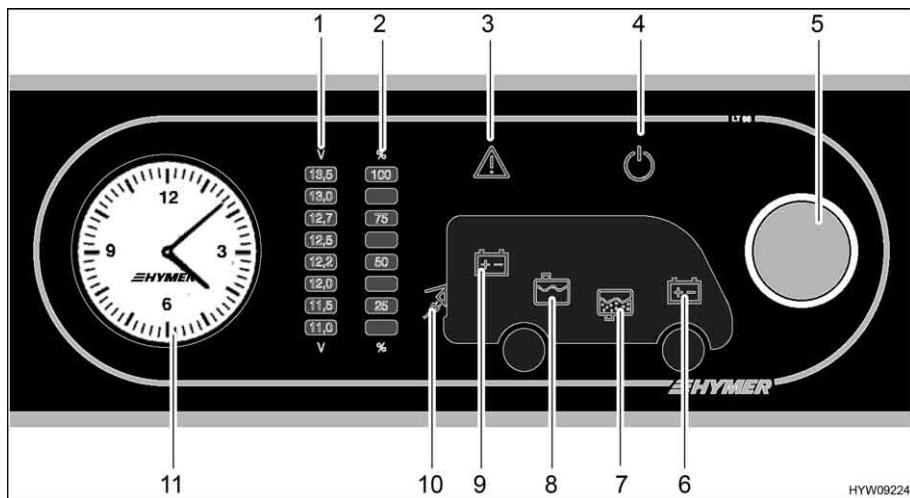

Fig. 132 Pannello di controllo (LT 98)
Il pulsante a rotazione (Fig. 132,5) inserisce o disinserisce il pannello di controllo e l'alimentazione a 12 V dell'abitacolo.
- Premere il pulsante a rotazione (Fig. 132,5): L'alimentazione a 12 V dell'abitacolo è inserita. La spia di controllo a 12 V (Fig. 132,4) diventa verde.
- Premere il pulsante a rotazione (Fig. 132,5): L'alimentazione a 12 V dell'abitacolo è disinserita. La spia di controllo a 12 V (Fig. 132,4) si spegne.
Mediante il pulsante a rotazione (Fig. 132,5) si possono interrogare sia la tensione della batteria dell'abitacolo che la tensione della batteria di avviamento. La tensione viene visualizzata sulla scala indicatore per la tensione della batteria (Fig. 132,1).
- Ruotare il pulsante a rotazione (Fig. 132,5), finché si accende il simbolo della batteria della quale deve essere interrogata la tensione.
Viene indicata la tensione della batteria dell'abitacolo (Fig. 132,9)
Viene indicata la tensione della batteria di avviamento (Fig. 132,6)
- Leggere la tensione sulla scala indicatore della tensione della batteria (Fig. 132,1).
Mediante il pulsante a rotazione (Fig. 132,5) si possono interrogare sia il livello del serbatoio dell'acqua che il livello del serbatoio delle acque grigie. Il livello viene visualizzato sulla scala indicatore livello dei serbatoi (Fig. 132,2).
*Indicazione:* ■ Ruotare il pulsante a rotazione (Fig. 132,5), finché si accende il simbolo del serbatoio del quale deve essere interrogato il livello.
Viene indicato il livello del serbatoio dell'acqua (Fig. 132,8)
Viene indicato il livello del serbatoio delle acque grigie (Fig. 132,7)
- Leggere il livello sulla scala indicatore del livello serbatoio (Fig. 132,2).
La spia luminosa Alarm (Fig. 132,3) lampeggia non appena i valori limite fissati vengono superati per eccesso o per difetto.
La spia luminosa Alarm (Fig. 132,3) lampeggia non appena la tensione della batteria scende al di sotto di 11 V. Se l'alimentazione a 12 V è accesa, si accende anche il relativo simbolo della batteria (Fig. 132,6 o 9), e l'indicatore "11,0" sulla scala indicatore della tensione della batteria (Fig. 132,1) lampeggi. Rischio di uno scaricamento totale della batteria.
La spia luminosa Alarm (Fig. 132,3) lampeggia ed il relativo simbolo del serbatoio (Fig. 132,7 o 8) si accende non appena il serbatoio dell'acqua è vuoto o il serbatoio delle acque grigie è pieno.
La spia di controllo a 230 V (Fig. 132,10) si accende quando all'ingresso della centralina elettrica è presente una tensione di rete.